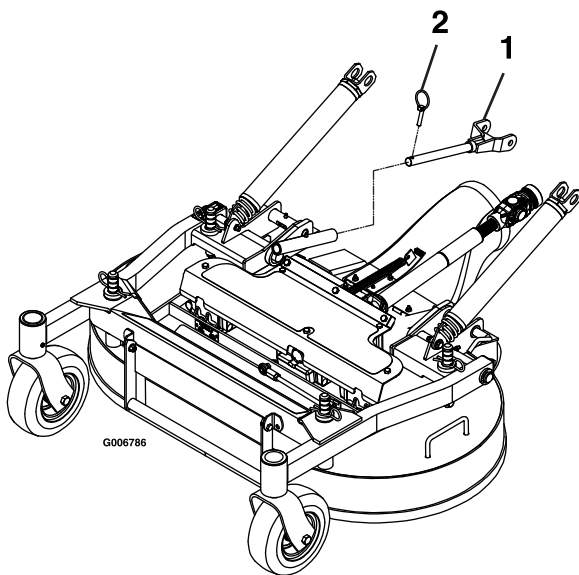

Figura 70
6. Retire los pasadores de seguridad de los extremos delanteros de los brazos de empuje en cada lado de la máquina (Figura 70).
5. Sujete los brazos de empuje con los pasadores de seguridad en el lado derecho e izquierdo de la máquina (Figura 70).